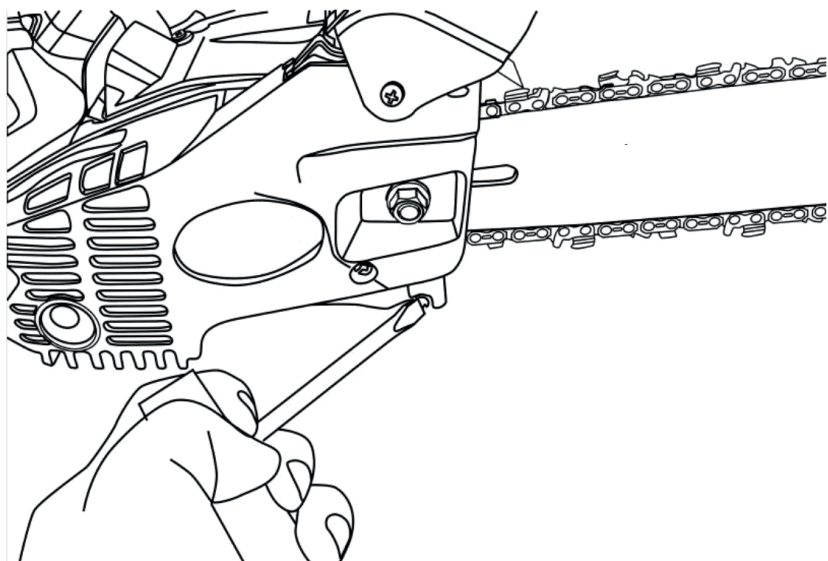

Рис. 9. Натяжение цепи болтом механизма затяжки
7. Натяните цепь с помощью универсального ключа, закручивая винт механизма регулировки цепи по часовой стрелке. Цепь необходимо натягивать пока она не будет плотно прилегать к нижней части шины (рис.9)